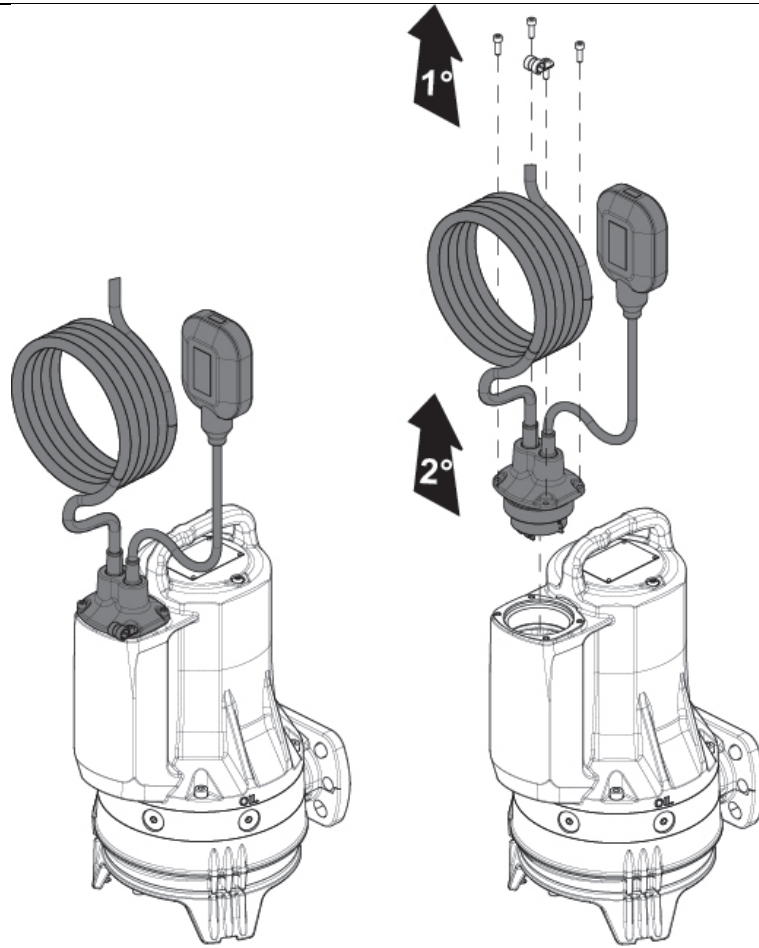

Fig. 13
- **Заміна поплавця (Рис.13)**